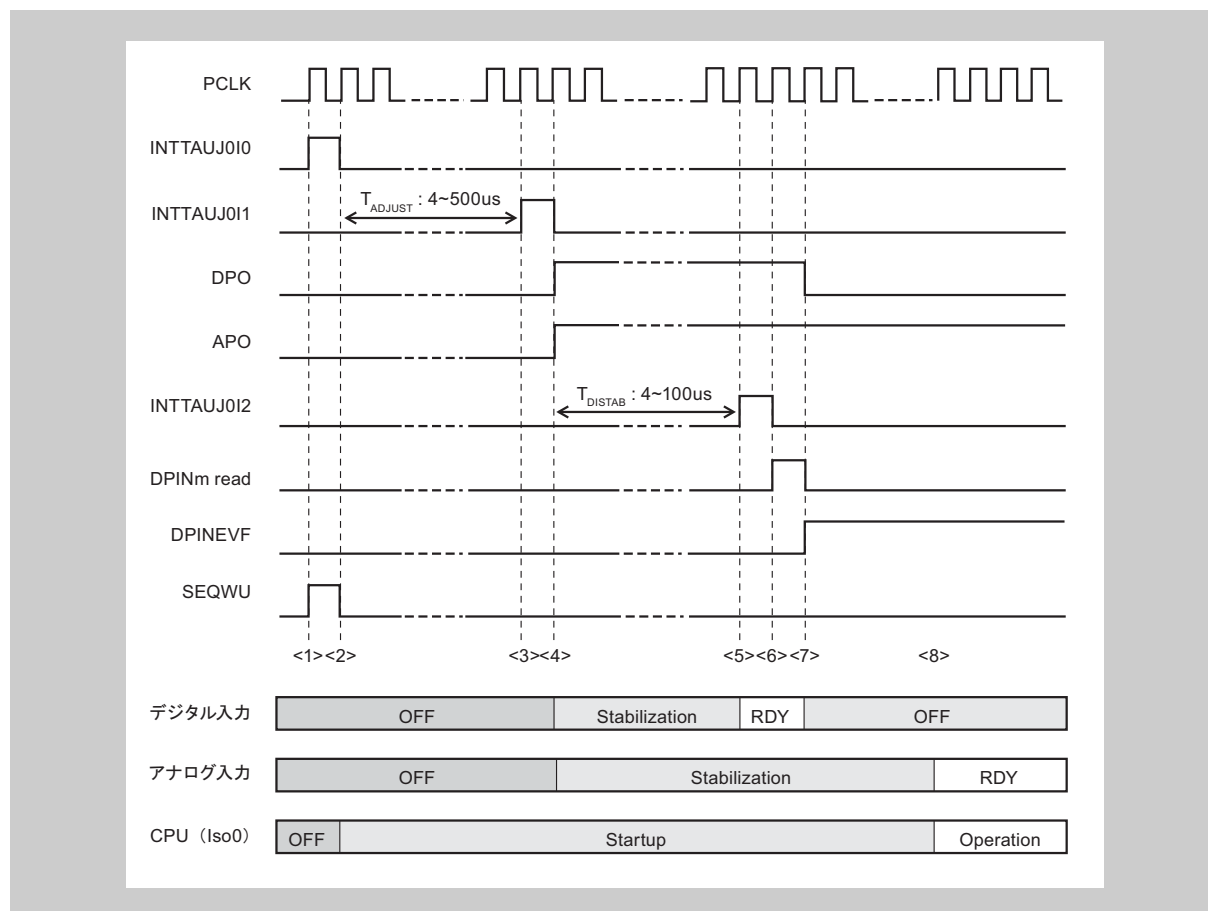

図 8-7 デジタル/アナログ混合モード (DPINm 端子変化あり)
- 図 8-7 デジタル/アナログ混合モード (DPINm 端子変化あり)